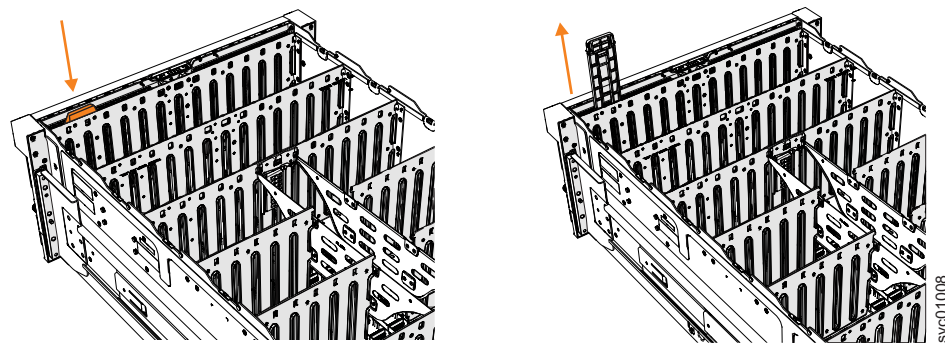

Рисунок 128. Снятие панели дисплея
3. Нажмите на фиксатор в верхней части панели дисплея (см. рис. 128 на стр. 132).